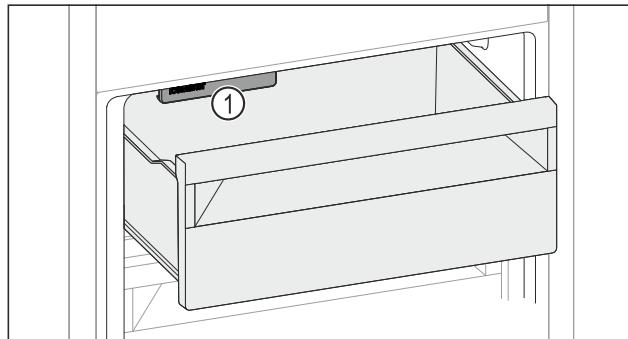

Fig. 140
- IceMaker Fig. 140 (1) berücksichtigen.